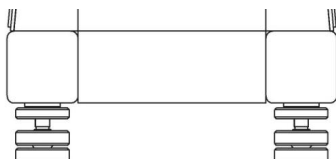

Рис. 3 – Опоры стенда
- С помощью рамного уровня или квадранта выставить ось вращения планшайбы стенда в плоскость горизонта, используя специальные опоры (рис. 3).